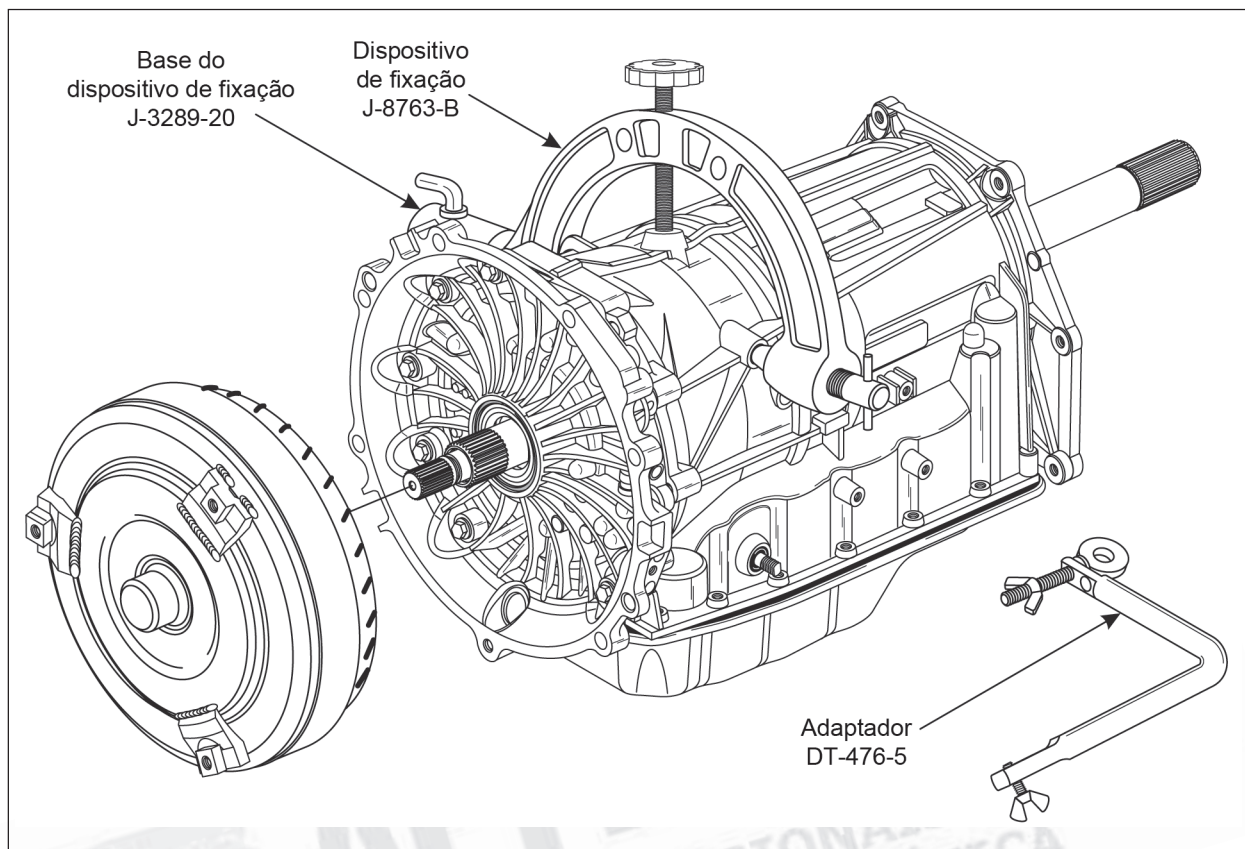
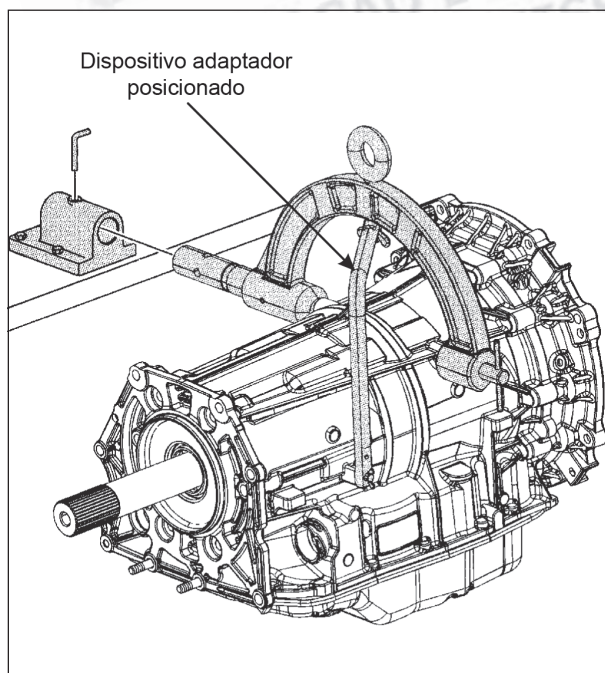

Figura 37
Figura 38
1. Remova o conversor de torque, conforme mostra a figura 37
2. Instale o dispositivo de fixação J8763-B, conforme indica a figura 37, utilizando o adaptador DT-47605 se necessário, mostrado em posição na figura 38.